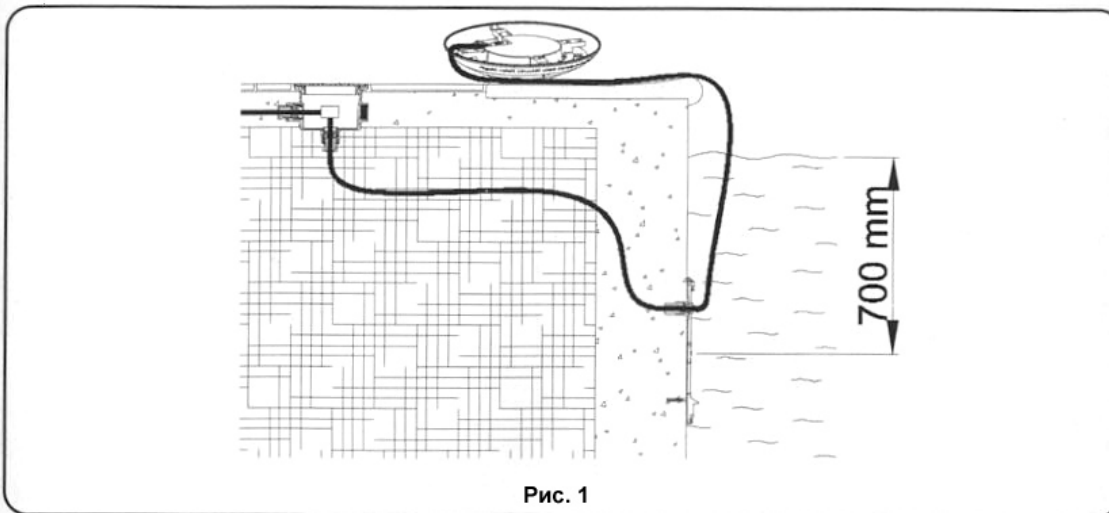

Рис. 1
Светильник поставляется в комплекте с кабелем длиной 3 м (F). Пропустите кабель через кабельную муфту (рис. 4), оставив приблизительно 1,25 м кабеля между светильником и кабельным вводом, для того, чтобы в случае необходимости можно было вытащить светильник на край бассейна (например, для выполнения замены лампы). (Рис. 1).
Для того чтобы вытащить светильник на край бассейна (рис. 1), нужно вставить отвертку через верхнее отверстие декоративного кольца в паз на монтажном кронштейне и нажимать до тех пор, пока светильник не освободится. (Рис. 8).